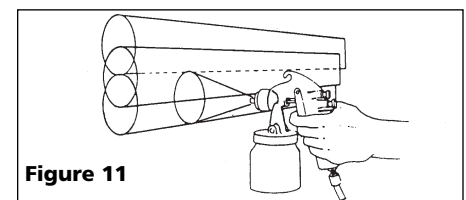

Figure 11
5. Chevaucher les coups juste assez pour obtenir une couche égale (Voir Figure 11).